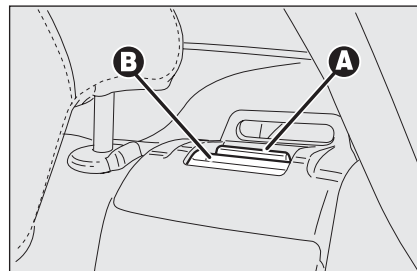

fig. 96
- ☐ sollevare la leva **A-fig. 96** di ritegno schienale e ribaltare quest'ultimo in avanti. Il sollevamento della leva è evidenziato da una "banda rossa" **B**.
**Assicurarsi che lo schienale risulti correttamente agganciato su entrambi i lati ("bande rosse" B-fig. 96 non visibili) per evitare che, in caso di brusca frenata, lo schienale possa proiettarsi in avanti causando ferimento ai passeggeri.**